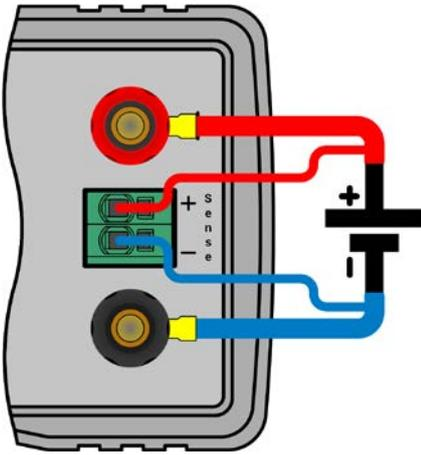

Figure 12 - Exemple de câblage de la mesure à distance
- La mesure à distance est uniquement accessible en fonctionnement à tension constante (CV) et pour les autres modes de régulation l'entrée sense doit être déconnectée, si possible, car la laisser connectée augmente généralement les oscillations.
- Le câble + sense doit être relié au + de la source et - sense au - de la source, sinon l'entrée Sense peut être endommagée. Par exemple voir Figure 12 ci-dessous.